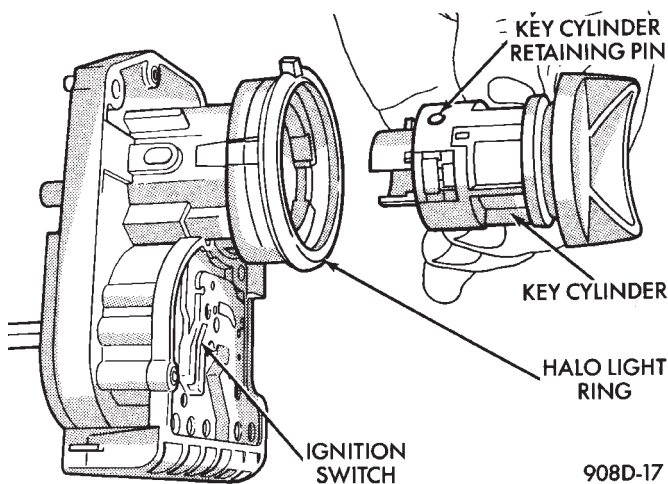

Fig. 11 Key Cylinder Removal
- (d) Remove key cylinder (Fig. 11).